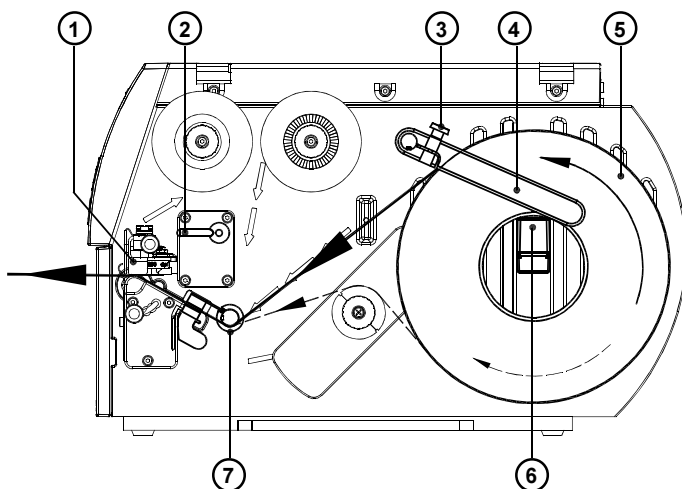

Bild 2
1. Lossa letterskruv (3), sväng styrningen (4) uppåt och skjut den utåt så långt det går.
2. Lagg etikettrullen (5) på rullfästet (6) och linda av en längre etikettremsa från rullen. Skjut rullen till stopp.
3. Sväng styrningen (4) nedåt fram till rullfästet (6). Skjut styrningen mot rullen så att den bromsas lätt vid avlindningen. Dra åt letterskruv (3).
4. Sväng spaken (2) medurs till stopp och lyft därigenom upp skrivarhuvudkomponenten (1).
5. Skjut styrningen (7) så långt det går utåt.
6. Dra etikettremsan genom skrivaren såsom visas på bild 2. Papperslöpningen för ytterlindade etiketter visas som heldragen linje, papperslöpningen för innerlindade etiketter som streckad linje.
7. Ställ in fotocellsbrytaren för etiketter (8) så att den egentliga sensorn (9) kan känna av etikettmellanrummet resp. reflex- eller perforeringsmärken. För att justera, skjut fotocellsbrytaren för etiketter på handtaget (10) i rätt position.